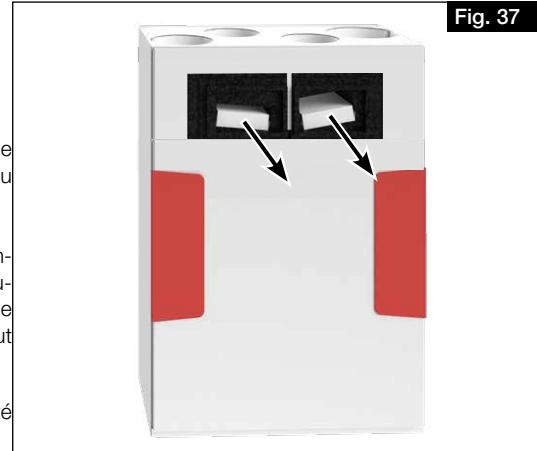

Fig. 37
2. Retirer le filtre vers l'avant et le changer (voir Fig. 37).